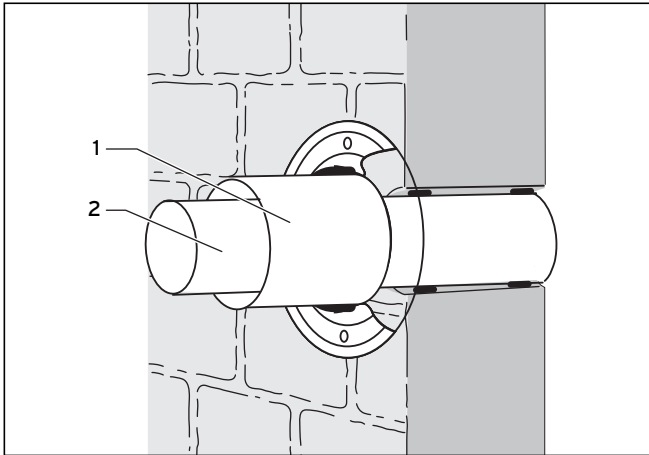

Abb. 5.19 Anschluss montieren
- Kürzen Sie das Luft-/Abgasrohr gemäß Abbildung 5.19 und den Abmessungen in Kapitel 3. Beachten Sie beim Kürzen des Luftrohrs, dass das Ende mit dem Abstandshalter nicht abgetrennt wird.
- Setzen Sie das Abgasrohr (1) in die Wand und verschließen Sie es baustoffgerecht.